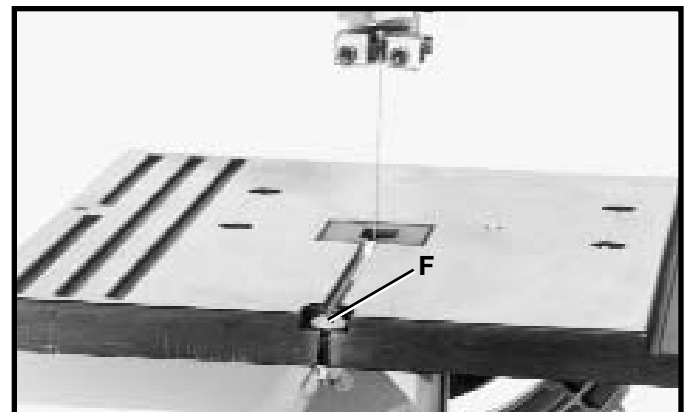

Fig. 36
4. Retirer les vis d'alignement de la table (F) fig. 36.